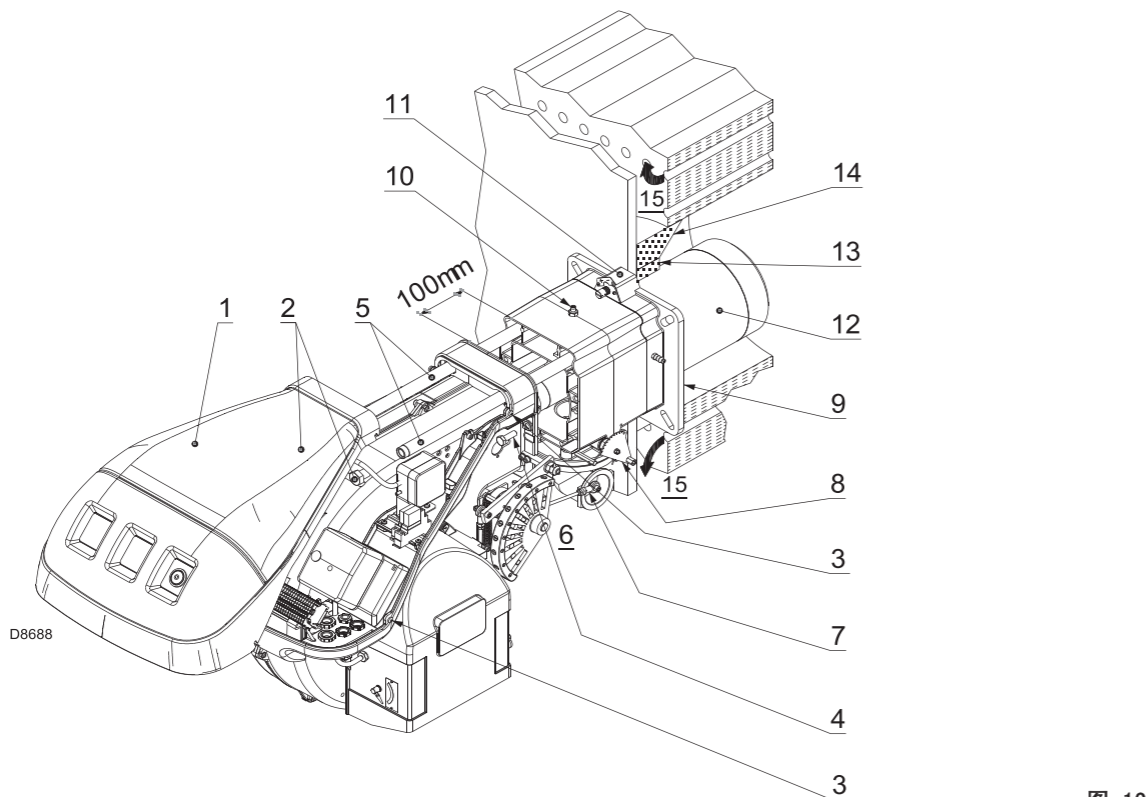

图 12
燃烧筒 12)( 图 12) 长度的选择必须符合锅炉制造商的要求，在任何情况下都应长于锅炉炉门安装炉补后的厚度。
带前烟道 15)( 图 12) 或中心回焰式炉膛的锅炉其使用耐火材料制成的保护性炉补 13) 必须装于锅炉炉补 14) 和燃烧筒 12) 之间。
从燃烧器上取下燃烧头，如图 12 所示。
一旦上述操作（如必要）已经完成，固定法兰 11)( 图 12) 到锅炉上，并在中间插入随附的隔热垫 9)( 图 12)。
- 将燃烧器重新装回到滑杆 3) 上，距管路连接处 4) 约 100mm，此时燃烧器位置如图 12 所示；